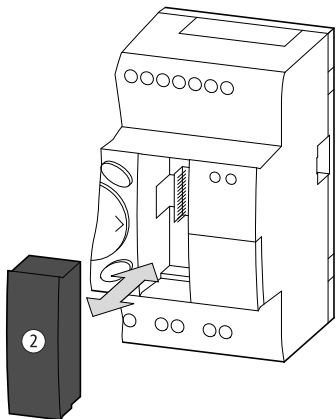

Abbildung 29: Stecken und Entfernen einer Speicherkarte ②
- Entfernen Sie die Abdeckung von der Schnittstelle und stecken Sie die Speicherkarte, → Abbildung 29.